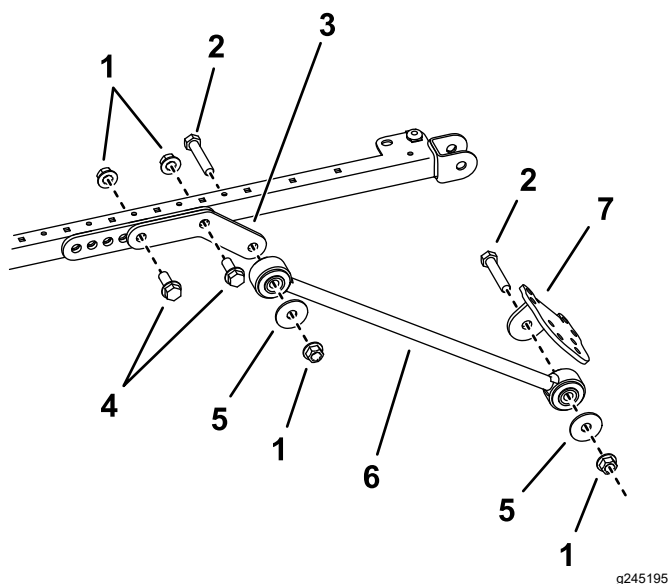

Figure 40
9. De chaque côté du cadre du pare-soleil, fixez légèrement une extension dans les trous arrière et central du support à l'aide de 2 boulons (1/2" x 1 1/2") et de 2 écrous à embase (1/2"), comme montré à la Figure 40.
10. Fixez un renfort à l'extérieur de chaque extension à l'aide d'un boulon (1/2" x 2 1/2"), d'une rondelle (1/2") et d'un écrou à embase (1/2"), comme montré à la Figure 40.
11. Fixez légèrement un support à chaque renfort à l'aide d'un boulon (½" x 2½"), d'une rondelle (½") et d'un écrou à embase (½"), comme montré à la Figure 40.